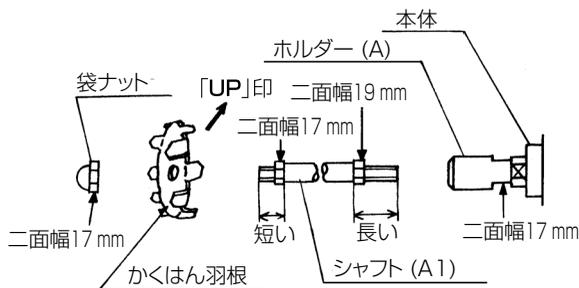

図 3
(1) シャフト(A1)のネジの長い方をホルダー(A)へ時計方向にねじ込み、付属品のスパナ(幅17mm)と両口スパナ(幅19mm側)でしっかり締付けます。(図3)